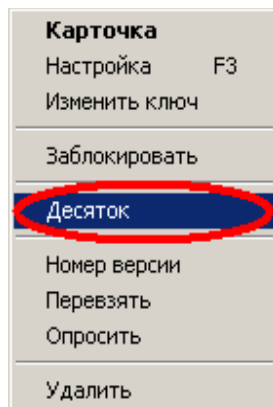

Рисунок 5.27. Контекстное меню ячейки УТ
2. Выберите опцию **Десяток** (рисунок 5.27).